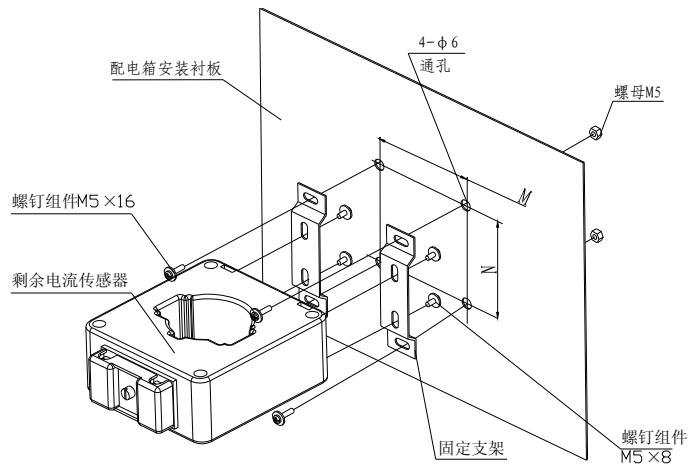
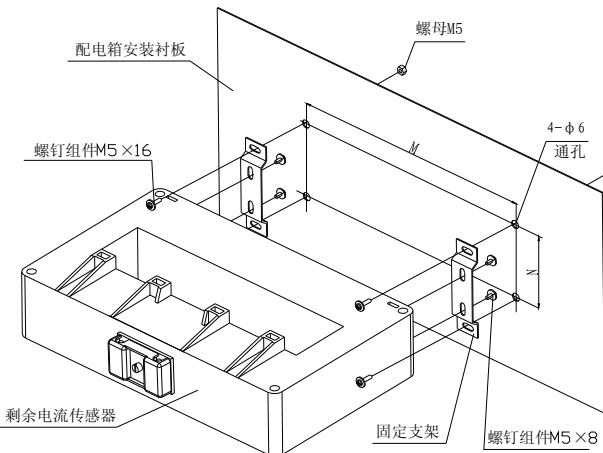
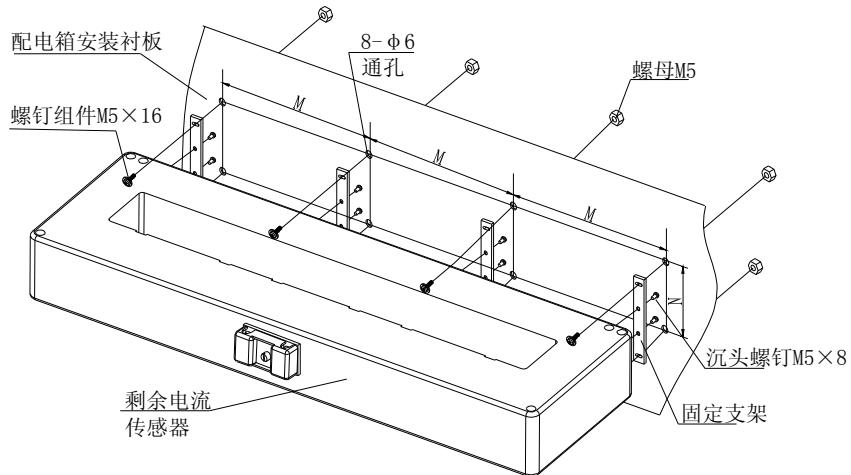
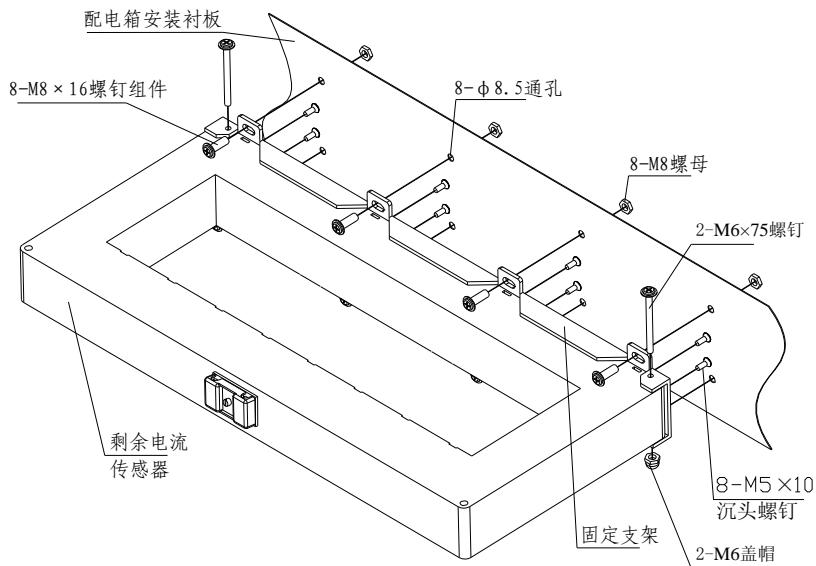

图 2.30 闭口圆孔型传感器安装过程分解图
图 2.31 闭口方孔型传感器安装过程分解图
图 2.32 闭口方孔型 (DH-GSTN5600/40F) 剩余电流传感器安装过程分解图
图 2.33 闭口方孔型 (DH-GSTN5600/50F) 传感器安装过程分解图
3.4.2 闭口圆孔型传感器安装过程分解图如图2.30所示，闭口方孔型传感器安装过程分解图如图2.31、图2.32和图2.33所示，M、N的值见表2.9所示。